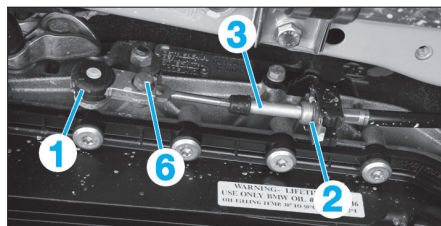

Fig. 20
- A l'aide d'un tournevis, dégager la tête du câble de sélection (1) de la rotule du levier de câble (Fig.20).
- Retirer l'agrafe de sûreté (2).
- Pousser le câble (3) vers l'arrière et le décrocher par le bas.
- Agraffer la tête du câble de sélection (1) sur la rotule du levier de sélection (Fig.20).
- Déposer la vis (6).
- Tirer le câble de sélection (3) dans le sens de la flèche et le relâcher.
- Reposer la vis (6) et la serrer au couple prescrit.